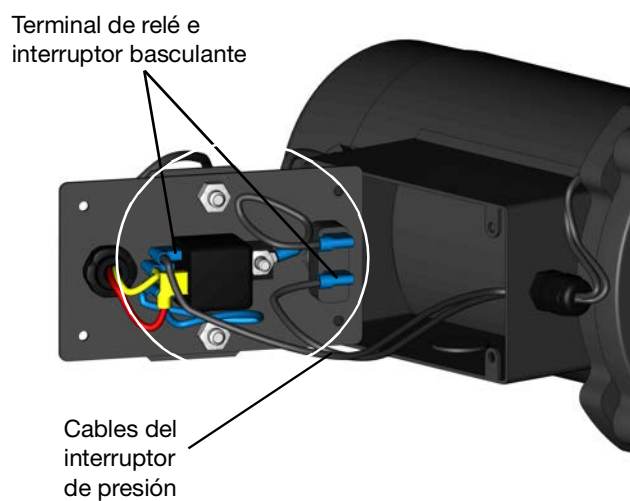

FIG. 19
- Retire los cables del interruptor de presión del terminal de relé y de interruptor basculante (FIG. 19).